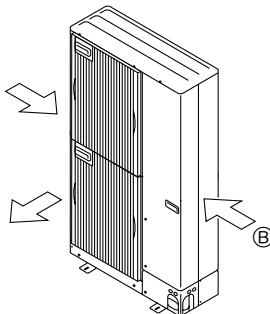

Fig. 2-16
- ② Placer om det går enheten så att luftutblåset blåser vinkelrätt mot den säsongsbetingade vindriktningen. (Fig. 2-16)